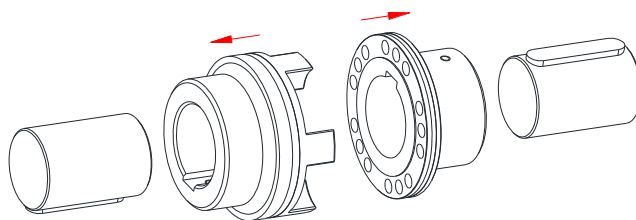

Fig. 17 : Montage du moyeu ou de la flasque d'accouplement
- Monter le moyeu à bride sur l'arbre moteur et l'autre moyeu sur l'arbre récepteur (voir Fig. 17).